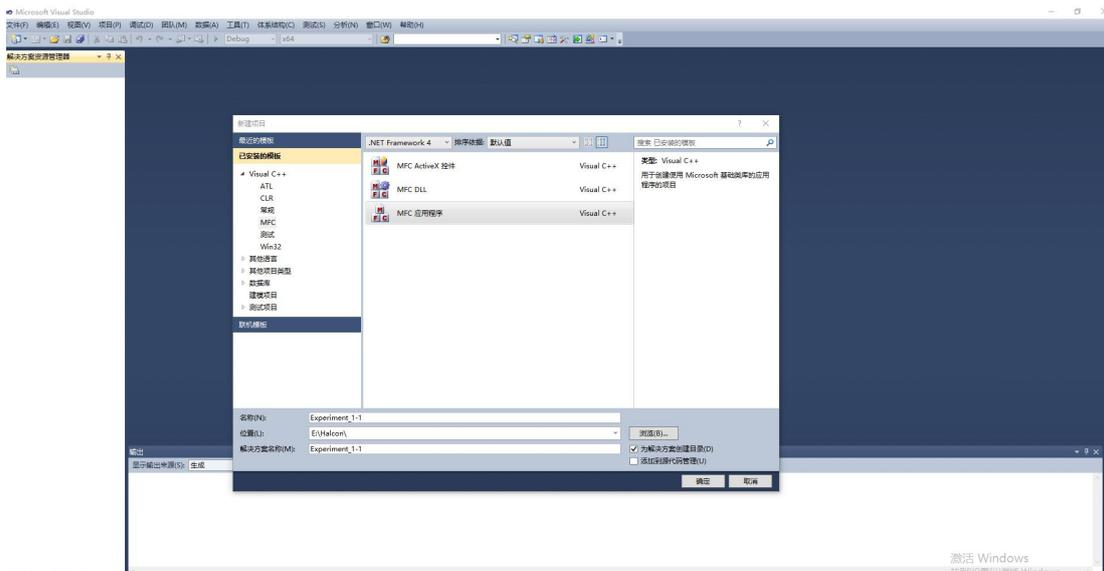

图 1-27 新建 MFC 项目
① 在开始之前需要安装好 Halcon 12（及以上版本）和 VS2010（及以上版本），实验室电脑安装 VS 版本为 2010，所以这里以 VS2010 为例。运行 VS2010，新建项目，并选择 MFC 应用程序（实验中也可以选择新建控制台应用程序），如下图 1-27。